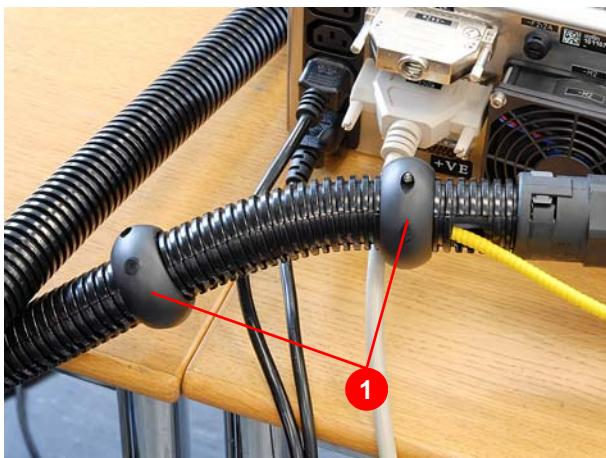

Abbildung 8.62 Scheuerschutzmuffen montieren
50. Beide Scheuerschutzmuffen (1) (Abbildung 8.62) in einem Abstand von 100 mm am Wellschlauch montieren.